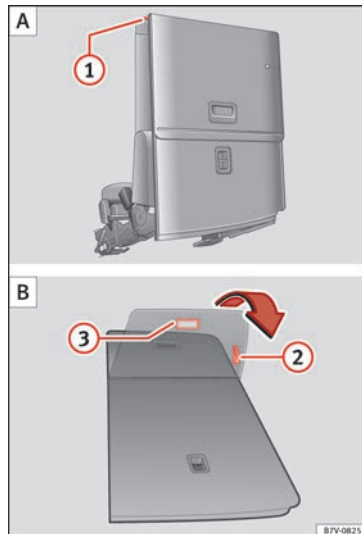

Fig. 163 Troisième rangée de sièges : rabattre le siège arrière pour procéder au chargement A puis le replacer B.
- Si nécessaire, tirez sur le levier » fig. 163 2 pour déplacer la banquette vers la position souhaitée.
- Retirez les objets du plancher devant et derrière le siège arrière » ①.
- Tirez la manette » fig. 163 ① vers le haut et rabattez le dossier entièrement vers l'avant. Le siège arrière se rabat vers l'avant » Δ et le coussin d'assise se déplace également vers l'avant.
- Tirez sur la poignée » fig. 163 ② pour remettre la plage du siège.
- Tirez sur la manette » fig. 163 ③. L'ensemble du siège se déplie vers l'arrière.